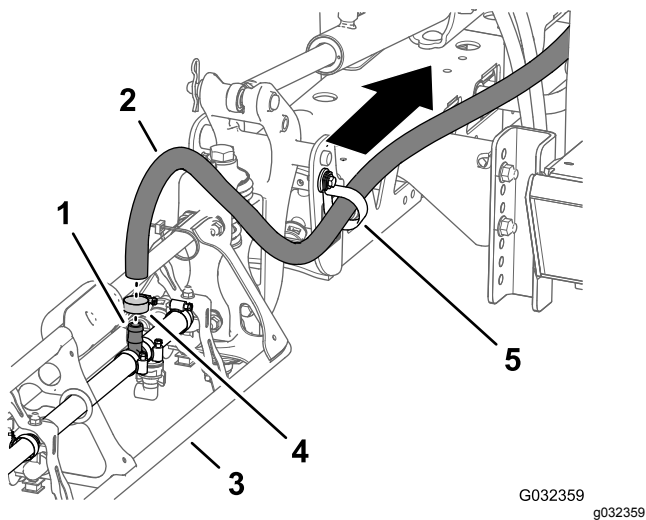

**Figura 46**
4. Rimuovete il morsetto flangiato da 76 mm che fissa l'adattatore del riduttore e la guarnizione ( $2\frac{1}{4}$ " alla flangia della valvola di sezione delle barre di sinistra e rimuovete l'adattatore, il morsetto e la guarnizione dalla macchina (Figura 46).